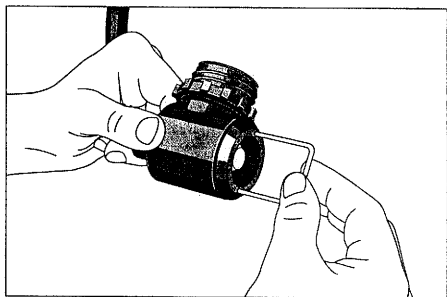

Bild 2
- Lungenautomatenschlüssel (Best.-Nr. D4074 273) in die Bohrungen des Deckels einstecken und Deckel nach links herausschrauben (Bild 2).
- Deckel mit Lungenautomatenschlüssel ohne zu verkanten aufschrauben und anziehen (Bild 2).